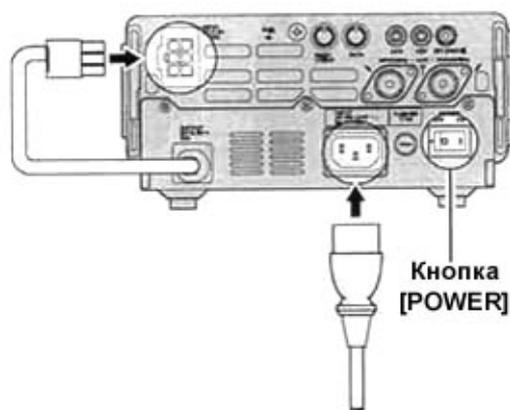

Рисунок 4
- (4) Подключите шести контактный разъем типа Molex от **FP-30** к разъему DC на задней панели **FT-897** (рисунок 4).
- (5) Убедитесь, что значение питающего напряжения переменного тока соответствует необходимому и кнопка включения питания на **FP-30** отключена. Подключите AC кабель к ближайшему источнику сети переменного тока.